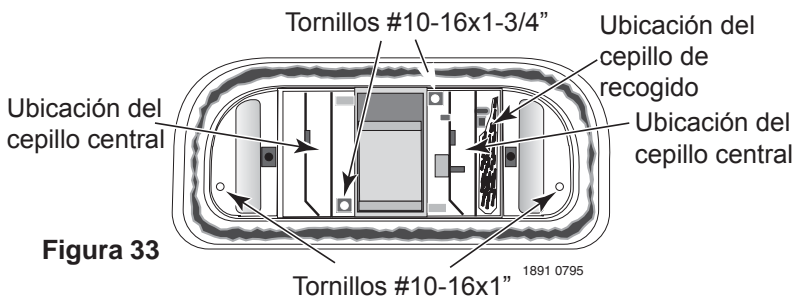

Figura 33
8. Instale la ensambladura de la parte baja del cuerpo en la cubierta. Sujete el cabezal de limpieza en posición con los 4 tornillos (2 largos, 2 cortos - Consultar la Figura 33).